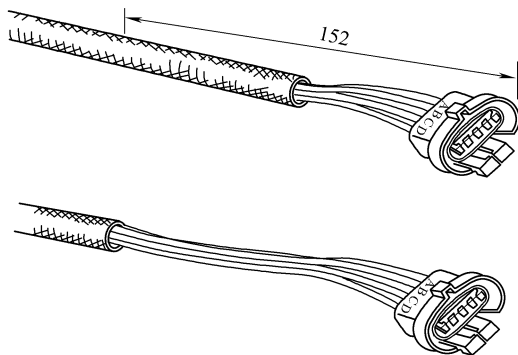

图 6-135 从插头正面向后测量 152mm
① 从插头正面向后测量 152mm，如图 6-135 所示。